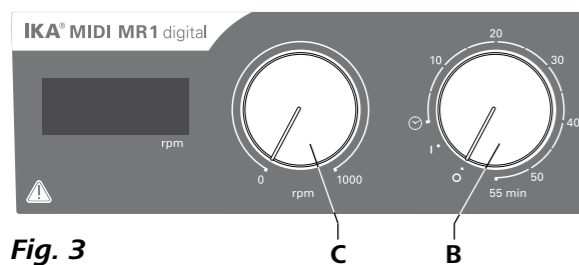

Fig. 3
- ☞ Pour mettre l'appareil en marche, tournez le bouton rotatif « **Marche/Arrêt** » et « **Minuteur** » (**B**, voir Fig. 3) dans le sens des aiguilles d'une montre en position « **1** ».
- ☞ Réglez le régime du moteur avec le bouton de réglage « **Vitesse de rotation** » (**C**, voir Fig. 3). Le régime du moteur peut être réglé de 0 à 1000 rpm pour le **MIDI MR 1 digital** et de 0 à 600 rpm pour le **MAXI MR 1 digital**.